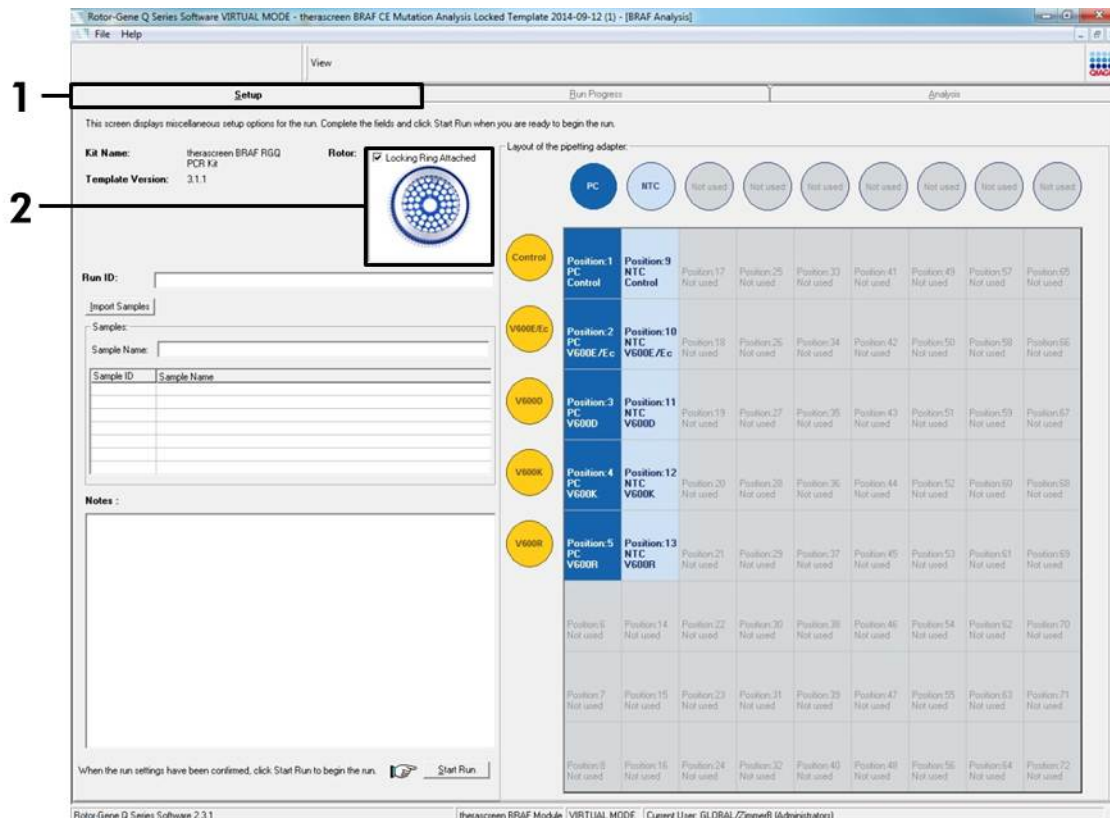

Figure 13. Onglet « Setup » (configuration) (1) et case « Locking Ring Attached » (bague de fermeture fixée) (2).
10. L'onglet « Setup » (configuration) s'affiche par défaut (figure 13). S'assurer que la bague de fermeture est correctement fixée et cocher la case « Locking Ring Attached » (bague de fermeture fixée). Fermer le couvercle de l'instrument Rotor-Gene Q.